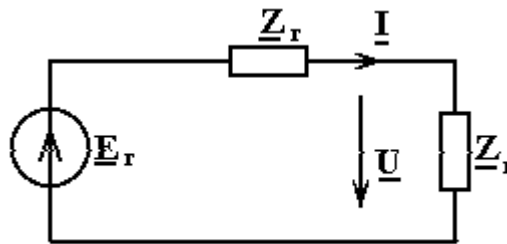

Рис. 5.23
1.1. Расчетная схема (рис. 5.23)
1.3. Комплексное напряжение на нагрузке (рис.5.23) $\underline{U} = \underline{I} \cdot \underline{Z}_r = 0.5 \cdot 10 = 5 \text{ В.}$